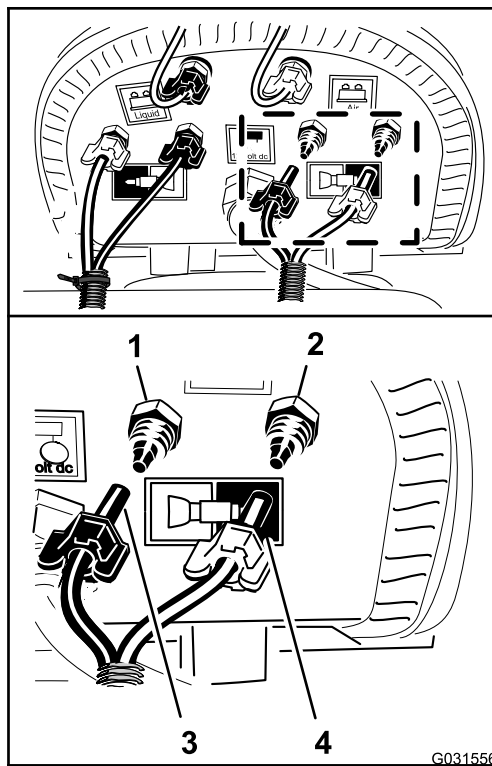

图175
7. 连接无标记没有扎带管子将左喷洒臂段的蓝色管子与左喷洒臂段供水回路的压紧接头对齐图175。
8. 将用于管子的压紧螺母安装到接头然后用手拧紧螺母图175。
9. 将左喷洒臂段的透明管子与左喷洒臂段空气回路的压紧接头对齐图175。
10. 将用于管子的压紧螺母安装到接头然后用手拧紧螺母图175。